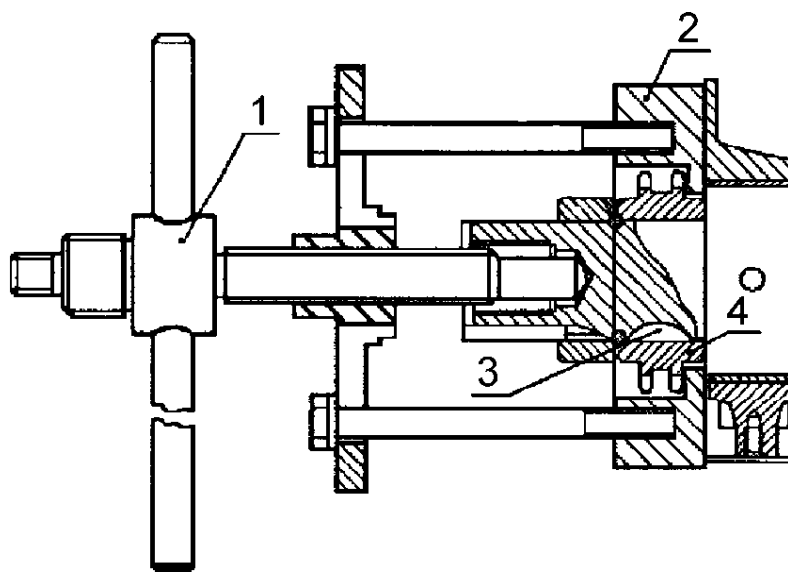

Рис.42. Снятие звездочки коленчатого вала:
- спрессовать звездочку с переднего конца коленчатого вала с помощью специального съемника (рис.42), вынуть шпонку звездочки;